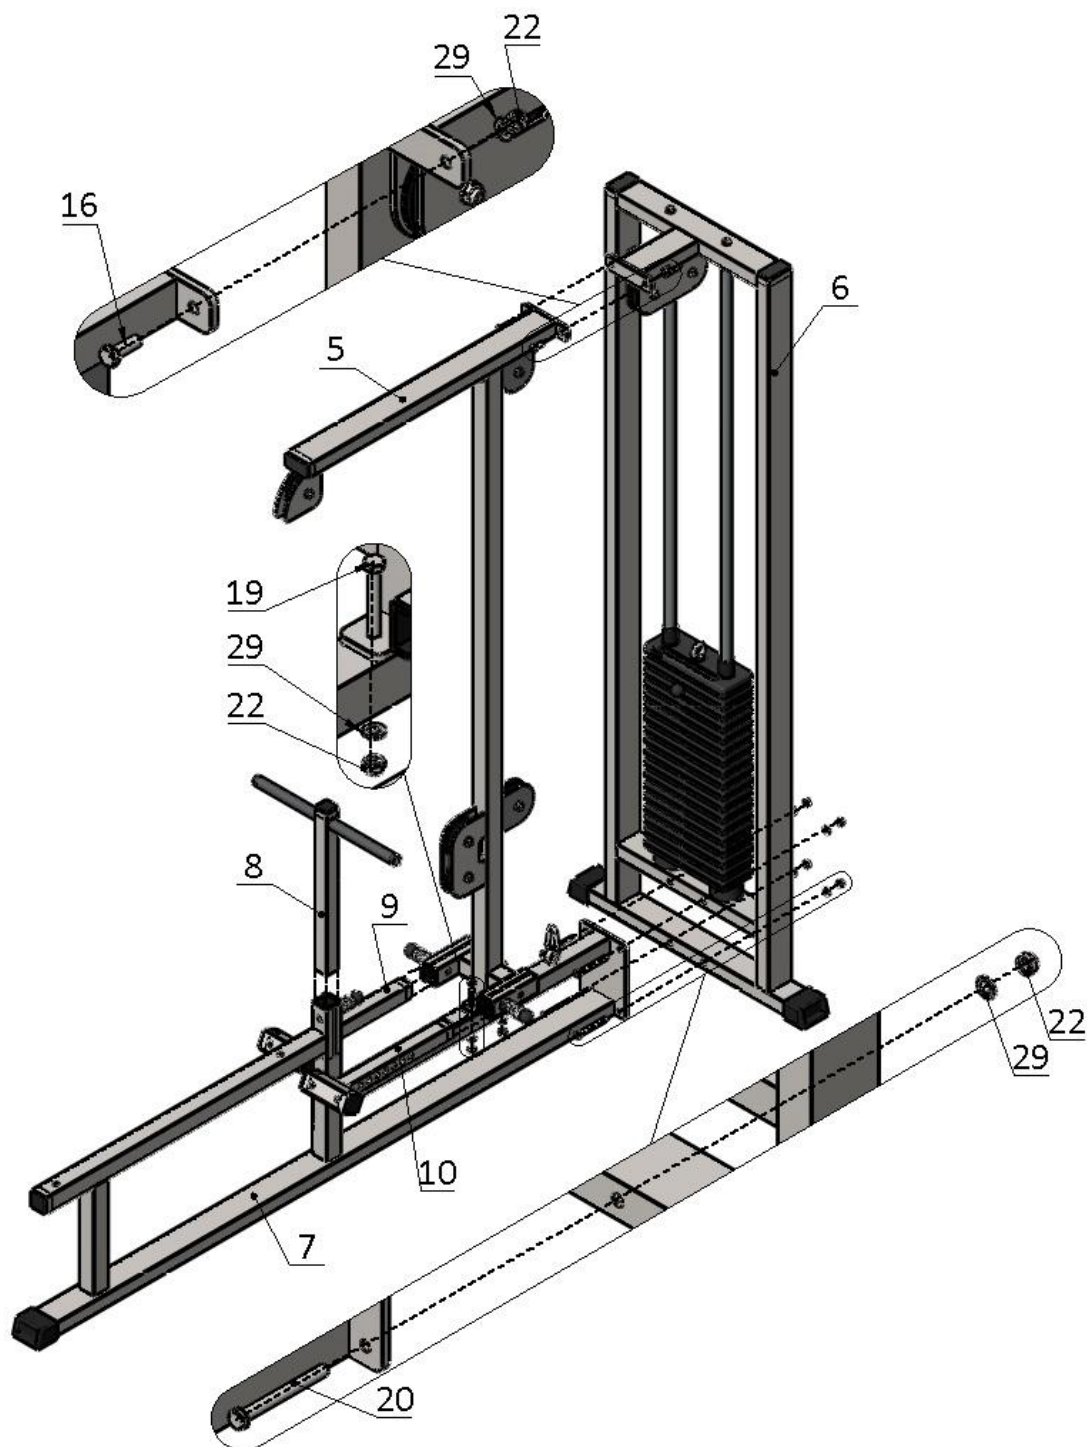

Рис.2
Левую (9) и правую (10) регулировки платформы вставьте в вертикальный упор (5), для этого оттяните замок и зафиксируйте каждую из регулировок в необходимом вам положении. (рис.2).